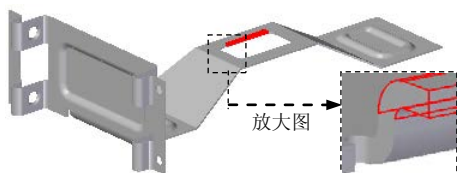
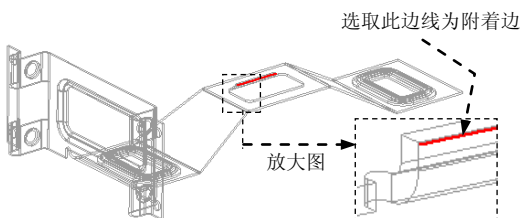
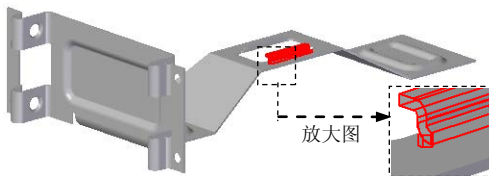

图 8.11.56 弯边特征 11
图 8.11.57 定义附着边
图 8.11.58 镜像特征 5
- (5) 定义弯边属性及参数。单击“弯边选项”按钮 ，取消选中 ☐ 使用默认值* 复选框，在其 **折弯半径 (R):** 文本框中输入值 0.5；选中 ☒ 折弯止裂口 (E) 复选框和 ☒ 圆形 (E) 单选项；单击  确定 按钮。
(6) 单击  按钮，完成特征的创建。
Step26. 创建图 8.11.56 所示的弯边特征 11。
(1) 选择命令。单击“主页”功能选项卡“钣金”工具栏中的“弯边”按钮 。
(2) 定义附着边。选取图 8.11.57 所示的模型边线为附着边。
(3) 定义弯边类型。在命令条中单击“完全宽度”按钮 ；在 **距离** 文本框中输入值 2.0，在 **角度** 文本框中输入值 90，单击“内部尺寸标注”按钮  和“材料外侧”按钮 ；调整弯边侧方向如图 8.11.56 所示的位置。
(4) 定义弯边属性及参数。单击“弯边选项”按钮 ，取消选中 ☐ **使用默认值*** 复选框，在其 **折弯半径 (R)** 文本框中输入值 0.5，单击  按钮。
(5) 单击  按钮，完成特征的创建。
Step27. 创建图 8.11.58 所示的镜像特征 5。
(1) 选取要镜像的特征。选取 Step25 和 Step26 所创建的特征为镜像源。
(2) 选择命令。单击“主页”功能选项卡“阵列”工具栏中的  镜像按钮。
(3) 定义镜像平面。选取右视图 (YZ) 平面为镜像平面。
(4) 单击  按钮，完成特征的创建。